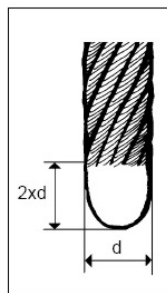

Fig. 1.18
- Asegurarse que el diámetro del cable corresponde al indicado en la placa técnica del aparato TIRAK®, que la longitud del cable es suficiente para la altura del trabajo a realizar y que la punta del cable está conforme a la fig. 1.18.